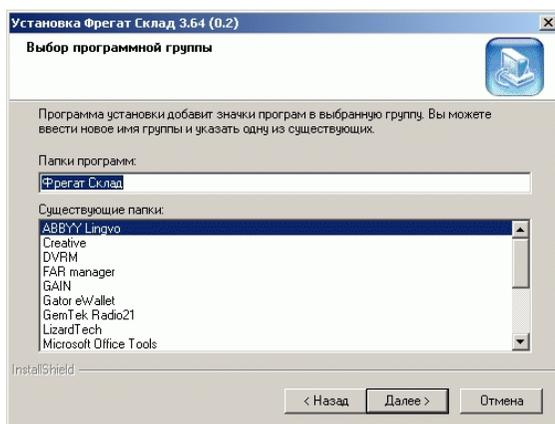

Рис. 1.7. Выбор программной группы
- ▶ Нажать кнопку **[Далее >]** для продолжения процесса инсталляции. На экране появится окно выбора рабочей группы приложения (см. Рис. 1.7). По умолчанию для компонент системы ФРЕГАТ предлагается группа “Фрегат-Склад”. В данном окне можно выбрать или задать другое наименование группы.